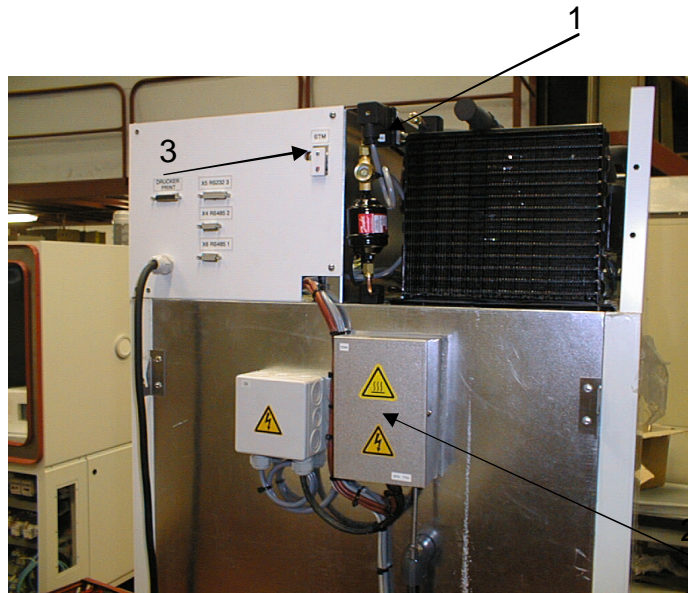

Figure 6 : Sécurités
*Voir figure 6 page 21
* Voir figure 6 page 21